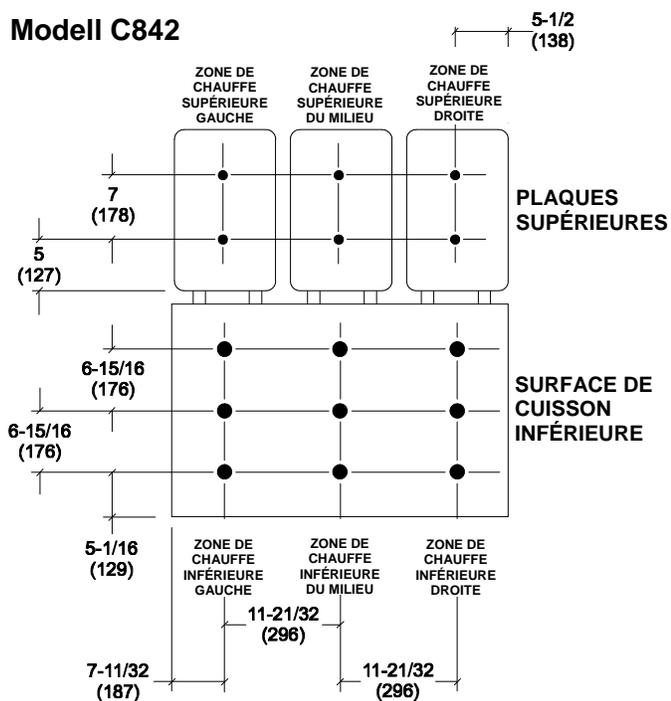

Figure 36
Cf. Figures 36 et 37 ci-dessous pour identifier le lieu des sondes.
- Placer une sonde de surface pyrométrique sur la zone de chauffe sélectionnée, comme l'illustrent les Figures 36 et 37.